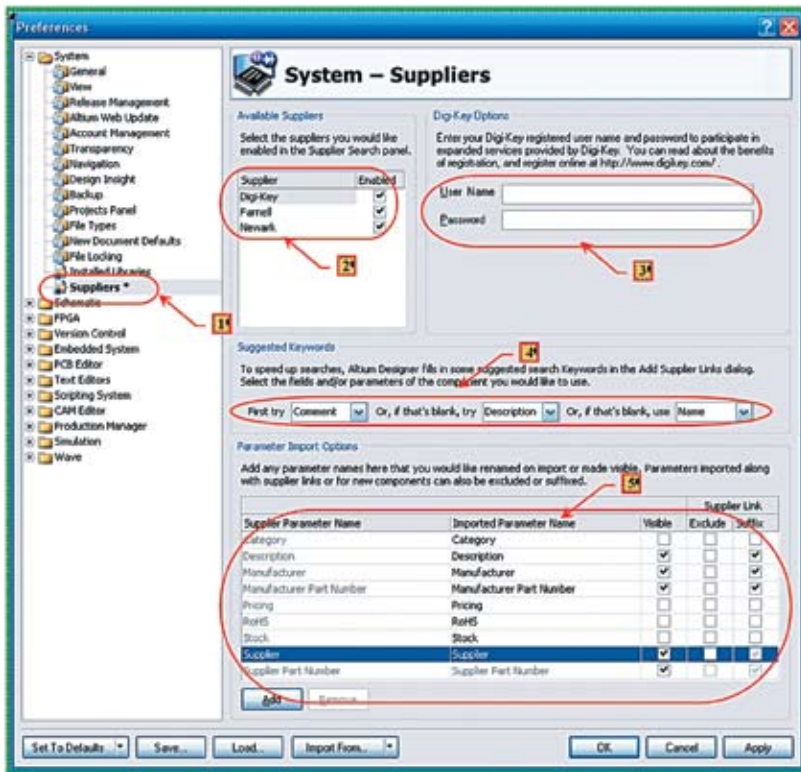

Рис. 4. Работа с базой поставщиков электронных компонентов
Перед тем как использовать команду **Edit Supplier Links**, следует установить настройки синхронизации с базами поставщиков. Это можно сделать следующим образом (рис. 4):
2. На данный момент пакет поддерживает трех поставщиков компонентов. Это **Digi-Key**, **Farnell** и **Newark**. В изображенном на рис. 4 окне можно указать тех поставщи-